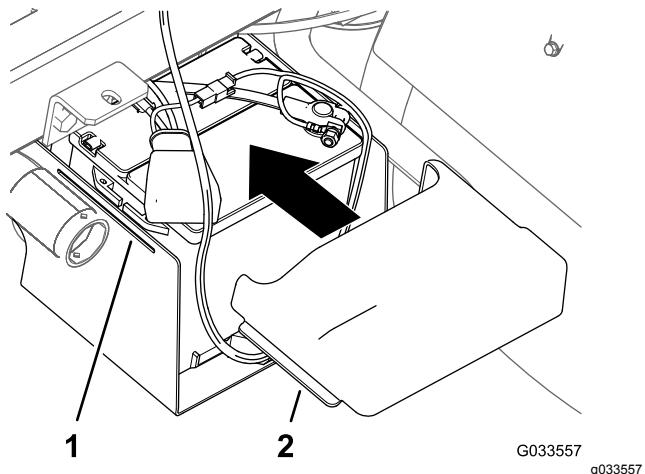

Figura 33
10. Aperte as partes laterais da tampa da bateria, alinhe as patilhas da tampa com as ranhuras da base da bateria e remova a tampa da bateria (Figura 33).